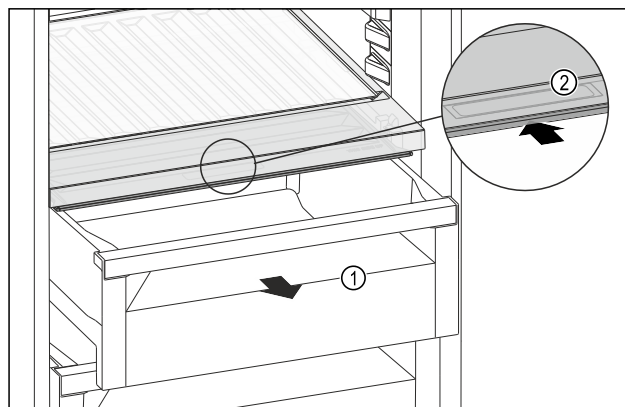

Fig. 134
- ▶ Zásuvku Fig. 134 (1) vytáhněte.
- ▶ Uchopte prohlubeň pro rukojeť Fig. 134 (2) na víku zásuvky a současně zasuňte víko zásuvky směrem dozadu.